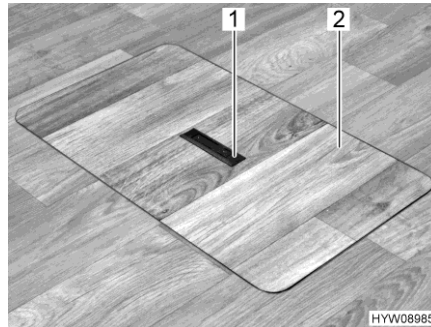
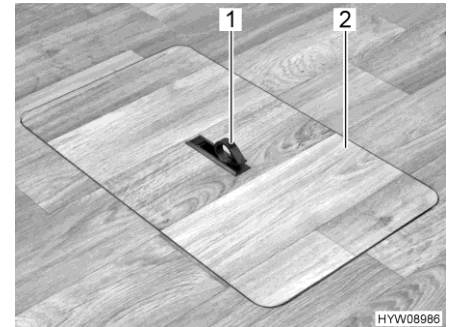

Bild 51 Abdeckung Bodenstaufach (Griff versenkt)
Bild 52 Abdeckung Bodenstaufach (Griff herausgeschwenkt)
- Auf einer Seite Griffplatte (Bild 51,1) nach unten drücken. Der Griff (Bild 52,1) schwenkt nach oben.
- Abdeckung (Bild 52,2) nach oben abnehmen.
- Abdeckung (Bild 52,2) in den Rahmen im Boden einsetzen.